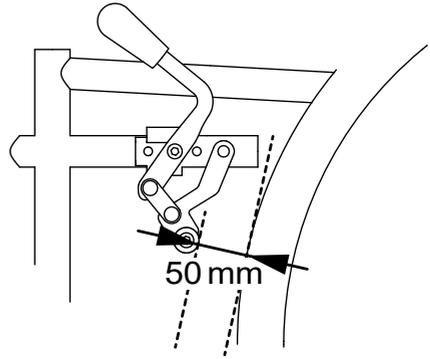
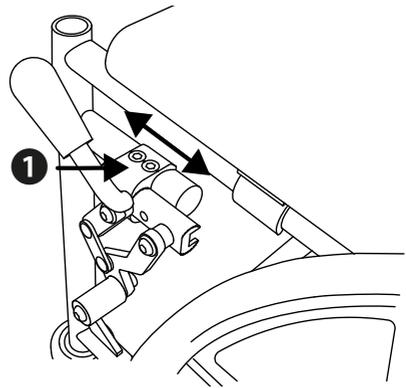

Abb.4
Abb.5
1. Der Abstand zwischen Bremsbolzen und Reifendecke muss bei max. geöffnetem Bremsmechanismus an der engsten Stelle 50 mm betragen (Abb. 4).
2. Achten Sie bei der Montage des Befestigungsadapters der Bremse (1, Abb.5) darauf, dass der Abstand zwischen Bremsbolzen und Reifendecke von 50 mm eingehalten wird (Abb. 4).
3. Ziehen Sie anschließend die Schrauben (1, Abb.5) wieder fest und wiederholen die Schritte auf der anderen Seite für die zweite Feststellbremse.
Bei der Verwendung des optionalen Höhenadapters, muss der Abstand zwischen Bremsbolzen und Reifendecke ebenfalls 50 mm betragen. Zur Korrektur lösen Sie den Befestigungsadapter der Bremse erneut und bringen ihn in die richtige Position (1, Abb.5).
Orientierungshilfe: Die roten Markierungen am Rahmen und an der Bremse schließen bei der Montage ohne Höhenadapter den Befestigungsadapter der Bremse (1, Abb.5) rechts und links ein.